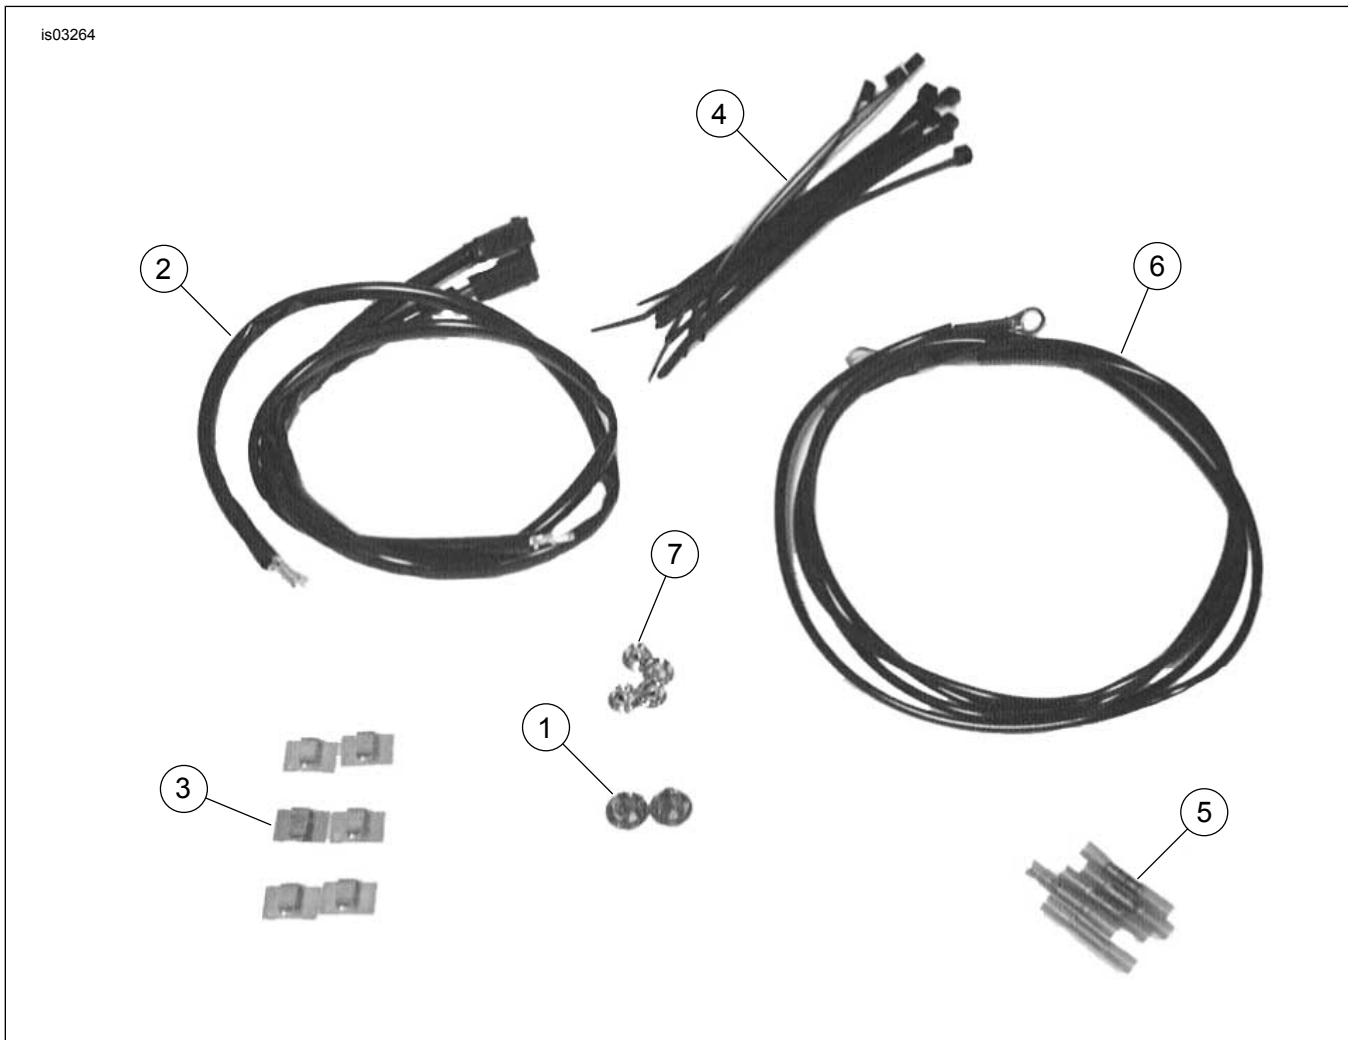

Abbildung 19. Ersatzteile: Blinkerverkabelungssatz (72509-00)
- a. Ein Stück Kabel aus dem Kabelbaum im Satz messen und abschneiden ( Abbildung 19, Teil 2).
- c. Das ursprüngliche Kabel und das Steckverbinderende mit Stoßverbindern ( Abbildung 19, Teil 5) und Überbrückungskabel verspleißen.